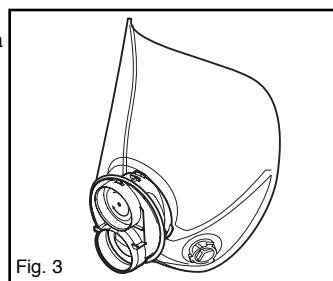

Fig. 3
4. Coloque a nova válvula 6889 sobre o orifício de exalação e empurre ou pressione a haste da válvula no furo central. (Fig. 3) Assegure-se de que a válvula encontra-se completamente instalada e gira livremente na montagem.